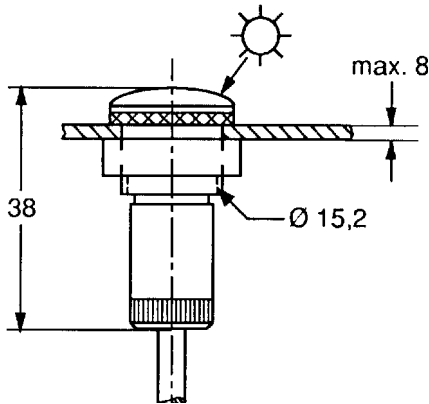

fig. 1
□ type "face avant de tableau" : voir fig. 1